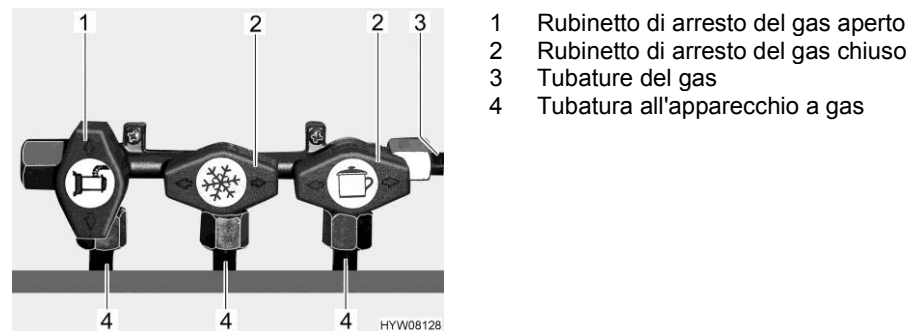

Fig. 116 Posizione dei rubinetti di arresto del gas (esempio)
- Apertura:** ■ Posizionare il rubinetto di arresto del gas dell'apparecchio a gas corrispondente parallelamente (Fig. 116,1) alla tubatura (Fig. 116,4) che alimenta l'apparecchio a gas.
- Chiusura:** ■ Posizionare il rubinetto di arresto del gas dell'apparecchio a gas corrispondente trasversalmente (Fig. 116,2) alla tubatura (Fig. 116,4) che alimenta l'apparecchio a gas.